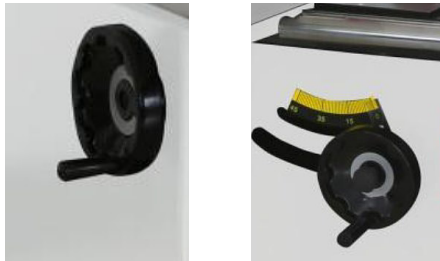

Abb. 22: Handrad für die Einstellung des Neigungswinkels (links)
Schritt 1: Den Klemmhebel für das Handrad für die Einstellung des Sägeblatt-Neigungswinkels (Abb. 22, links) lösen.
Schritt 2: Mit dem Handrad den gewünschten Neigungswinkel des Sägeblatts mit Hilfe der Skala (Abb. 22, rechts) einstellen. Danach das Handrad mit dem Klemmhebel wieder arretieren.